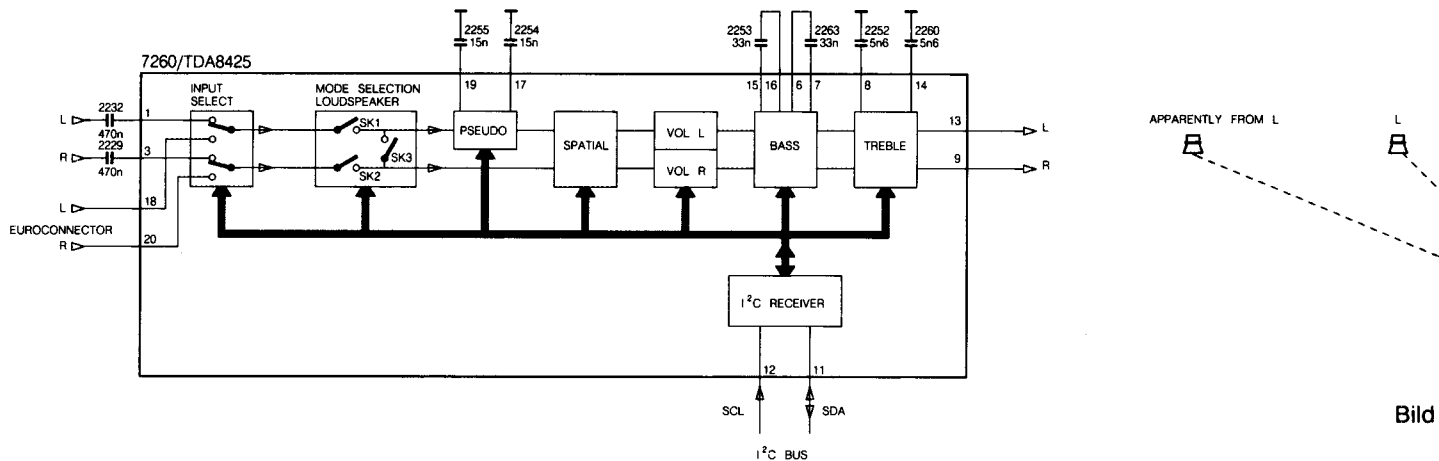

Bild 10.7
10.7 Der Regelverstärker IC7260 (Bild 10.7)